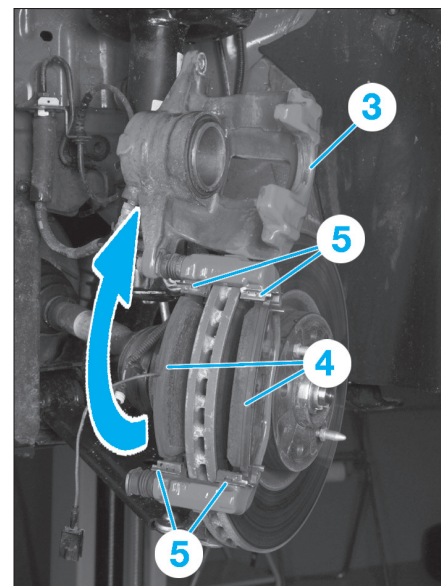

Fig. 4
- Basculer l'étrier (3) vers le haut et le maintenir dans cette position (Fig.4).
- Extraire les plaquettes de frein (4).
- Déposer les quatre agrafes (5).